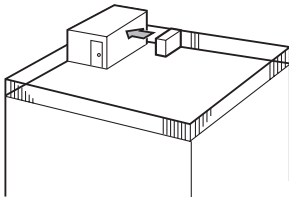

Fig. 2-4
- ① Τοποθετήστε τη μονάδα ώστε το στόμιο εξαγωγής του αέρα να είναι στραμμένο προς τον πλησιέστερο διαθέσιμο τοίχο και να απέχει περίπου 50 cm. (Fig. 2-4)